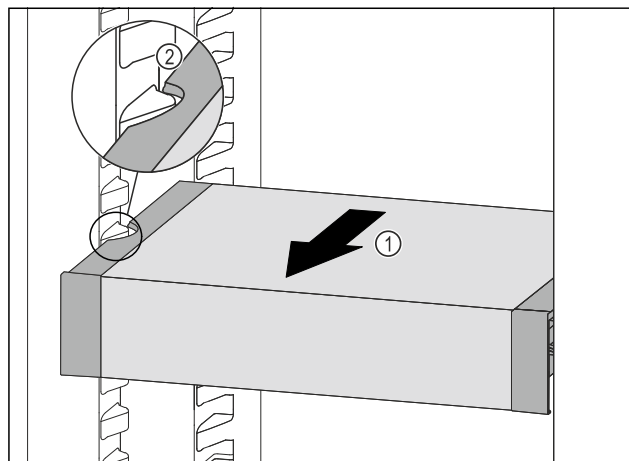

Fig. 104
- Изтеглете VarioSafe напред Fig. 104 (1), докато страничните прорези на VarioSafe се намират на височината на ребро на съда в хладилната част. Fig. 104 (2)